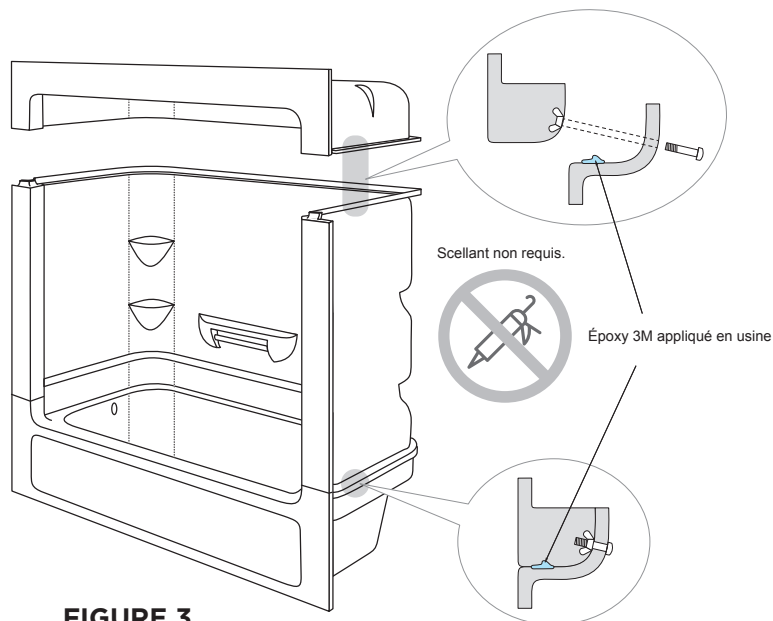

FIGURE 3
2. Les unités sectionnelles qui ont été démontées doivent être remontées avant que l'unité ne soit installée dans l'alcôve. Assemblez l'unité avec les mêmes vis en acier inoxydable avec lesquelles les pièces ont été fixées à l'origine. Ne pas trop serrer. **Le scellant n'est pas nécessaire.** (Figure 3)